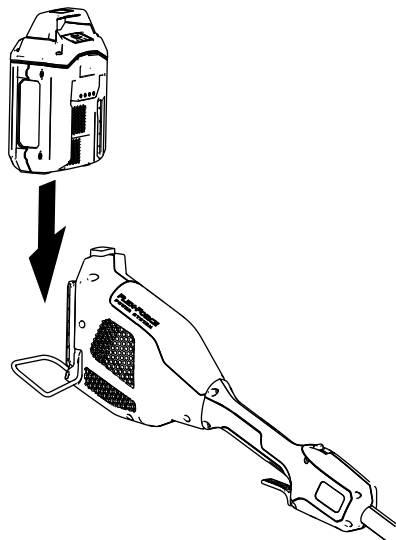

Figure 5
2. Alignez le creux de la batterie sur la languette du corps de la poignée (Figure 5).